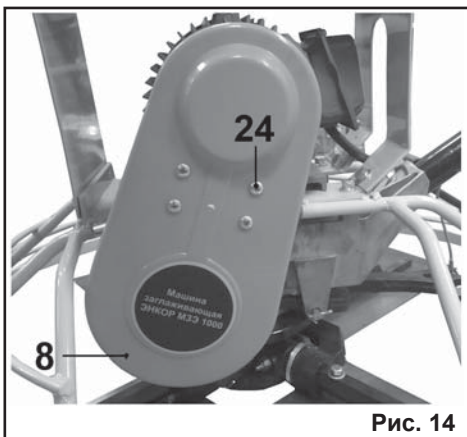

Рис. 14
9.3. Контроль и замена приводного ремня (Рис. 14).